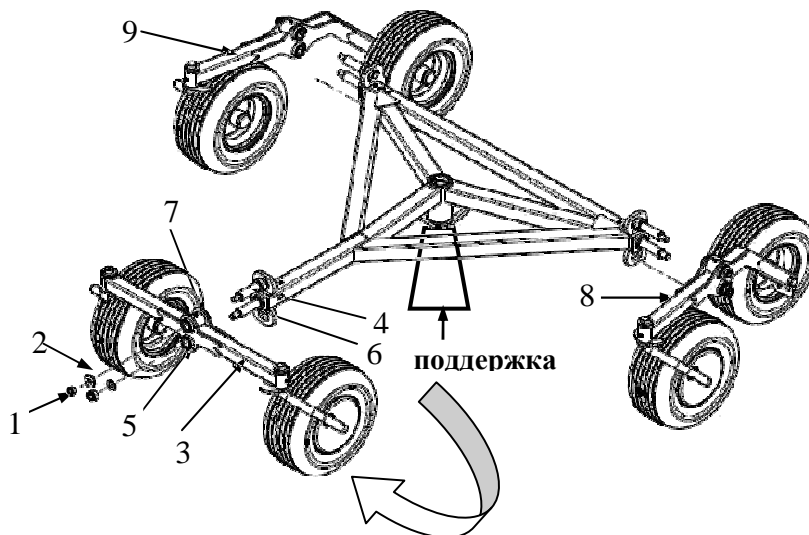

Рис. 17. Увеличение высоты сгребания при помощи ходовой тележки Z2-840
- В граблях Z2-840 с целью увеличения расстояния пальцев от поверхности земли следует поднять ходовую тележку и защитить от неконтролируемого падения. Открутить гайки (1), снять прокладки (2), затем вытянуть плечо передних колес (3) и установить шкворень блокировки (4) в нижнюю втулку (5). Шкворень тележки (6) должен находиться в верхней втулке (7). Левое (8) и правое (9) плечо переложить аналогичным образом (Рис. 17).